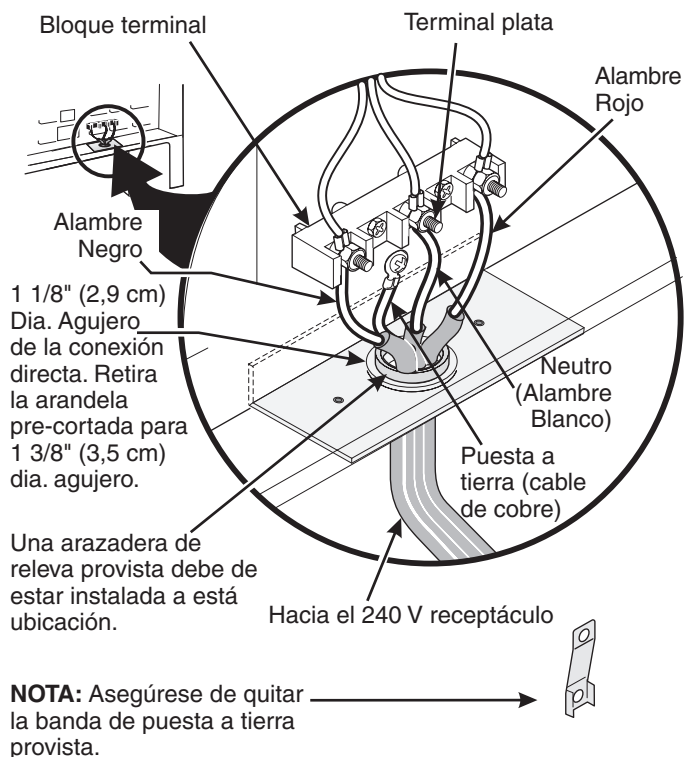

Figura 9
Si los códigos locales NO permiten la conexión del conductor a tierra del armazón al alambre neutral del cable de bronce del suministro eléctrico (vea figura 9).
3. Utilizar los tuercas suministraron en el paquete de la literatura para conectar el alambre de tierra (verde) del cable de bronce del suministro eléctrico al armazón del electrodoméstico con el tornillo de la base, usando el hoyo del armazón por donde retiró la correa de la base (vea figura 9).
Si el aparato está conectado directamente al corta circuito, a la caja de fusibles o a la caja de empalmes, use un cable blindado flexible o no metálico recubierto de cobre (con alambre a tierra). Provee una abrazadera releve de anclaje homólogo UL a cada extremidad del cable. A la extremidad del electrodoméstico, el cable pase a través del agujero de la conexión directa (ver Figura 9) en el cordón de la placa de montaje. El tamaño de los alambres (**alambre de cobre solamente**) y las conexiones deben estar conforme al régimen del electrodoméstico.
2. Siga las instrucciones en la página anterior para la conexión del alambre de cuatro conductores a la cocina (Figura 9).